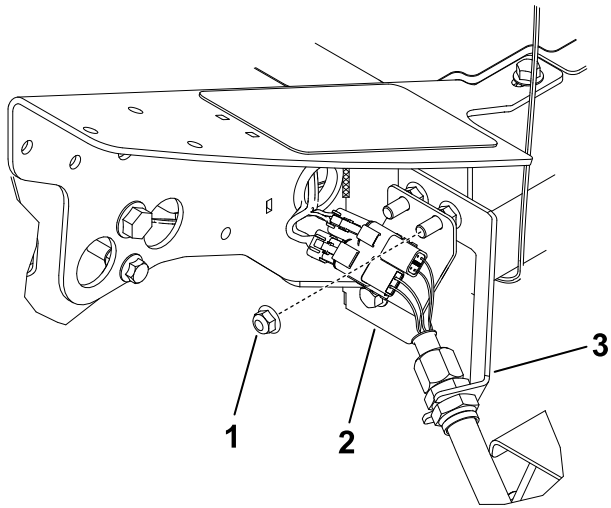

Figura 13
- En la esquina delantera izquierda del bastidor (posición de la unidad de corte N° 4), retire la tuerca con arandela prensada adicional del perno que sujeta el soporte de pasamuros a la máquina (Figura 13).
- Instale la chapa de conexión en los pernos de montaje del pasamuros con los conectores posicionados según se indica en Figura 13.